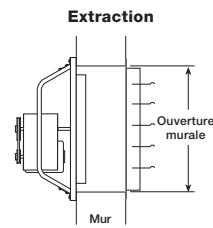
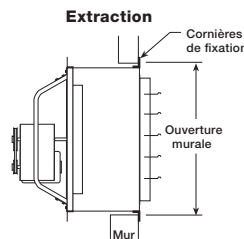
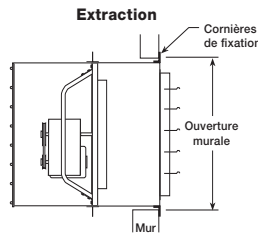
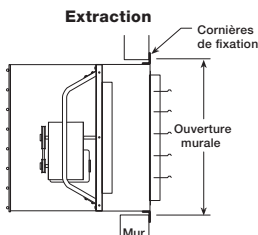

Figure 2 — Pose murale directe
Figure 3 — Pose avec manchon mural
Figure 4 — Pose avec manchon mural et grille
Figure 5 — Pose avec caisson mural
- Amener le ventilateur à l'emplacement souhaité et déterminer par quelle méthode il doit être posé comme indiqué sur les Figures 2, 3, 4 et 5. Le manchon mural en option (Figure 3), le manchon mural et la grille (Figure 4) ou le caisson mural (Figure 5) constituent des moyens pratiques de pose murale des ventilateurs.
- La Figure 2 montre l'ouverture murale conseillée pour les poses murales directes.
- La Figure 3 montre l'ouverture murale requise pour les poses avec un manchon mural.
- La Figure 4 montre l'ouverture murale requise pour les poses avec un manchon mural et une grille.
- La Figure 5 montre l'ouverture murale requise pour les poses avec un caisson mural.